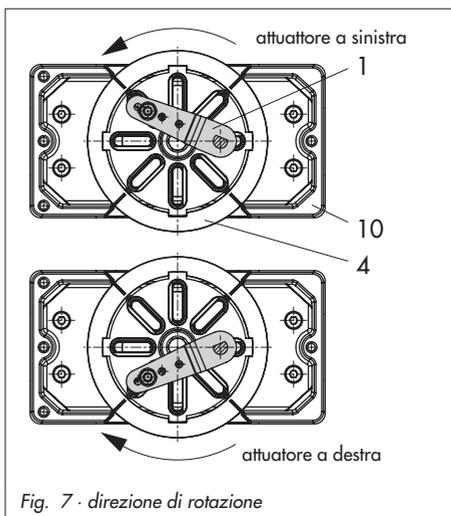

Fig. 7 · direzione di rotazione
Tabella 5 Montaggio su attuatori rotativi (VDI/VDE 3845 per tutte le dimensioni del livello 2) vedi fig. 7 e 8
- Montare il posizionatore sul corpo (10) e fissarlo. Considerando la direzione di rotazione dell'attuatore, allineare la leva (1) in tal modo, da potersi innestare col perno di trasmissione nella relativa fessura (Fig. 7).